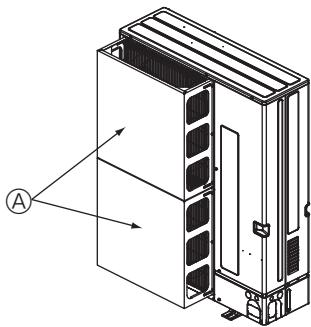

Fig. 2-16
- ① Instale uma guia de ar opcional se a unidade estiver instalada num local sujeito a fortes ventos, como no caso de tufoes, por exemplo, que possam entrar directamente na saída de ar. (Fig. 2-16)